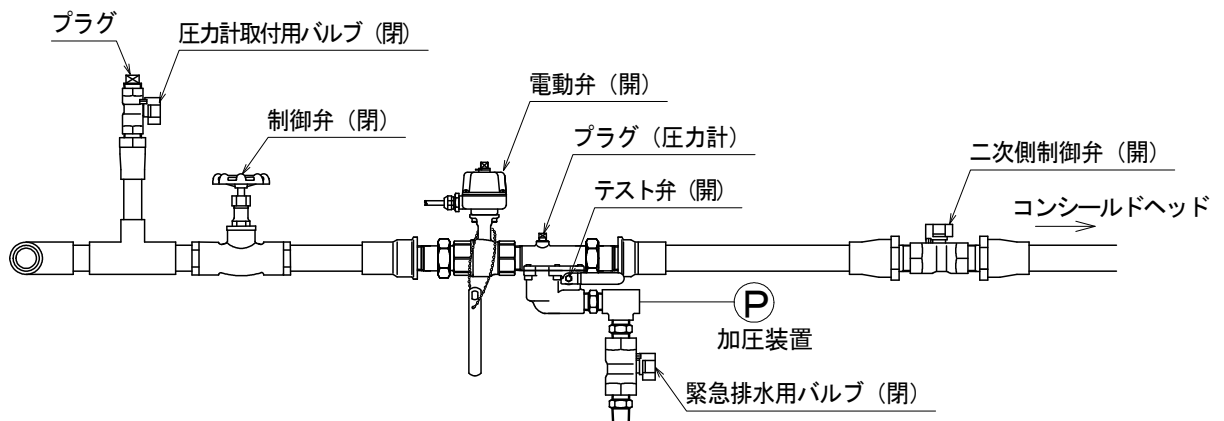

図13. 加压装置の接続
- ①電動弁ユニットの圧力計を外してプラグ止めしてください。(耐圧試験圧力が付属圧力計の圧力レンジを超える場合)
- ②図13の様に電動弁ユニットの排水口に加压装置と緊急排水用バルブを接続してください。(緊急排水用バルブは、耐圧試験で漏れが発生し緊急で水を抜く時に使用します。事前にビニール袋やバケツ等をご用意ください。)
- ③電動弁一次側の制御弁を閉止します。
- ④電動弁を開放します。(スプリンクラー制御盤から操作する場合には、スプリンクラー制御盤の開ボタンを長押しして開放してください。手動で開放する場合には、付属ハンドル四角穴を電動弁上面の凸部に引っ掛け、20秒かけてゆっくり回します。)
- ⑤テスト弁を開放し加压します。電動弁ユニットの圧力計取付部から加压するなど、排水口から加压しない場合には、排水口をバルブ止めしてください。(自動排水弁は微少漏れ機能を持っているため、閉止が必要です。)
- ⑥耐圧試験は空気圧または水圧で行い、徐々に加压してください。圧力と保持時間は下表の通りとします。(試験結果報告書には電動弁一次側耐圧試験圧力と二次側耐圧試験圧力を記載してください。)